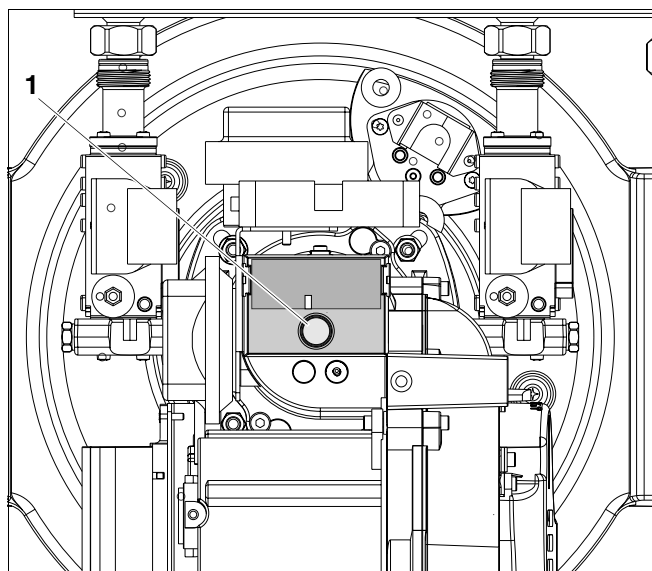

Fig. 3 Bouton de réarmement avec témoin lumineux de panne intégré
Après une mise hors circuit pour défaut, il est nécessaire d'appuyer sur le bouton de réarmement pour remettre le brûleur en service (fig. 3, **pos. 1**).